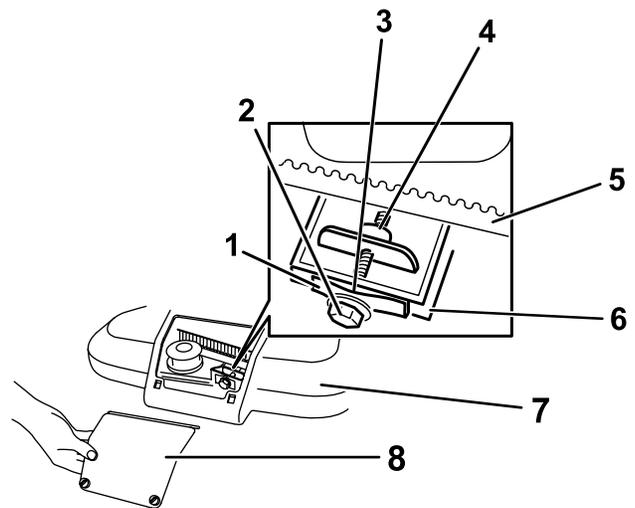

Figura 36
1. Allentate le 2 viti sul pannello di accesso del copricinghia e rimuovete il pannello (Figura 36).
Nota: Se il gioco tra calibro e molla è visibile, serrate il bullone e il dado di regolazione in modo che il carico scorra con difficoltà attraverso il gioco (Figura 36).